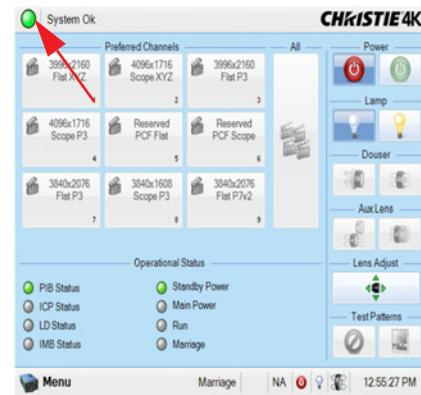

图 5-3 TPC LED
- 查看是否存在联锁故障。从 TPC 上的 **Main**（主）面板中，单击左上角的 LED，打开 **Status**（状态）窗口。（图 5-3）。另外，也可以单击 **Menu**（菜单）按钮，然后选择 **Status**（状态）。打开 **Status**（状态）窗口后，单击 **Interlocks**（联锁）。如果显示有故障，则需要取消联锁后，灯泡才会亮起。